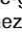

Fig. 92 Dans le compartiment-moteur : bouchon du réservoir de liquide de lave-glace.
- Le réservoir de liquide de lave-glace est reconnaissable au symbole  figurant sur le couvercle ⇒ fig. 92.